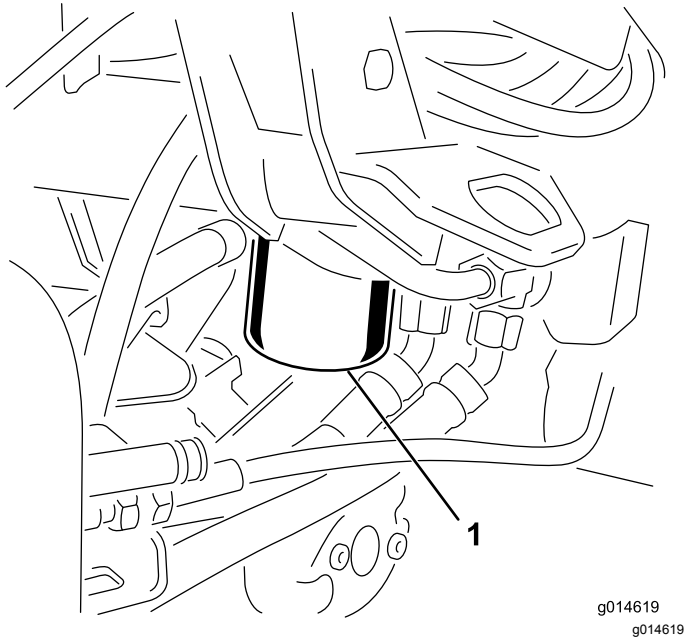

Figura 39
1. Limpie la zona de montaje del filtro (Figura 39). Coloque un recipiente debajo del filtro y retire el filtro.